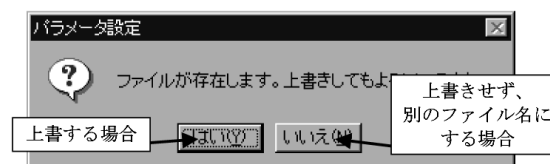

図 9.4.4 メッセージボックス
5. なお、同じファイル名が存在する場合は、図9.4.4のようなメッセージボックスが現れますので、上書きしてしまってもよい場合は「はい(Y)」を、別のファイル名に変更し直す場合は「いいえ(N)」をクリックして、ファイル名を入力し直してください。